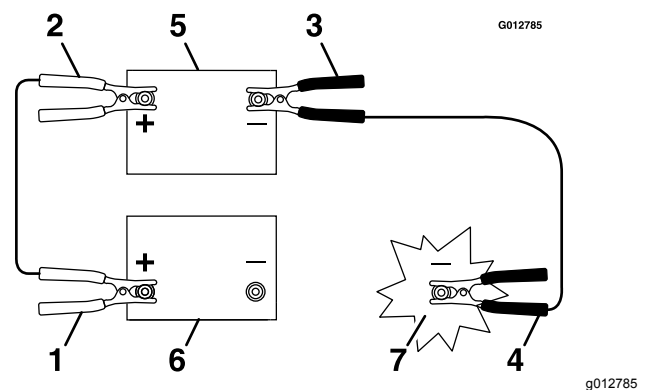

Bild 50
3. Schließen Sie das Pluskabel (+) an den Pluspol (+) der entladenen Batterie an, der am Anlasser oder Magnetventil angeschlossen ist, wie in **Bild 50** abgebildet.